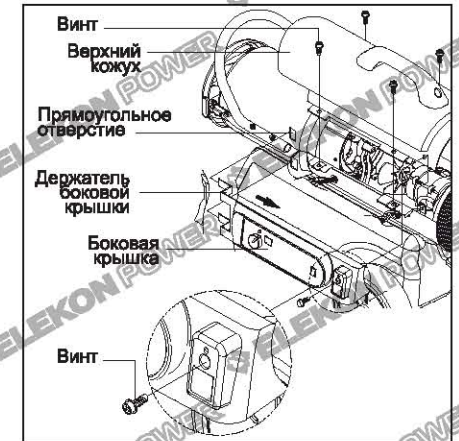

Рис. 13. Снятие верхнего кожуха
- Открутите 4 винта как показано на рис.13.
- Открутите 4 винта вдоль каждой стороны нагревателя. Эти винты скрепляют нижнюю и верхнюю части нагревателя. (Рис.13) (модель KFA-70T DGP).
- Снимите верхнюю крышку (рис.13)